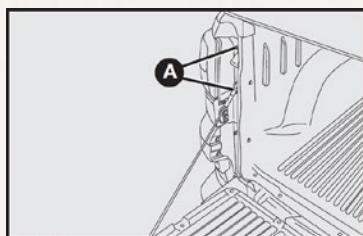

fig. 31
- 2) Utilizando una llave "PHILLIPS", desatornille los fijadores de la lámpara (A-fig. 31).